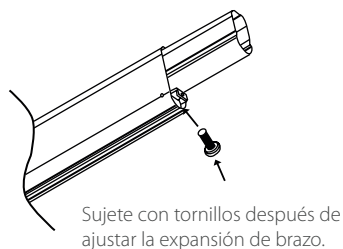

Figura 3-3
4) Inserte la expansión de brazo en el brazo principal, ajústelo la longitud de la expansión y fíjelo con ayuda de tornillos, como se muestra en la figura 3-3.